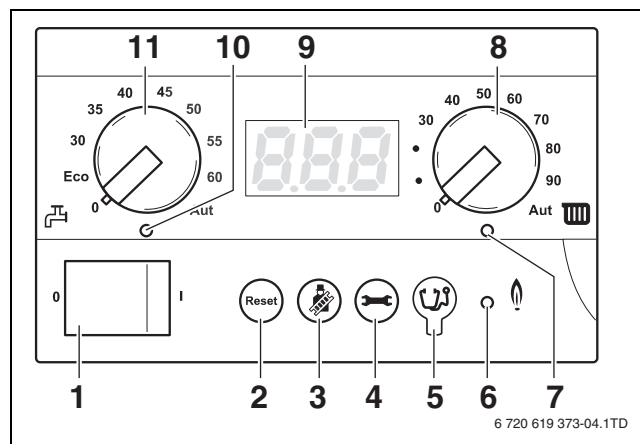

Fig. 73 Regolatore di base BC10
- Mantenere premuto il tasto "Spazzacamino" (→ fig. 73, [3]) (per circa due secondi), finché sia visualizzato il punto nella parte inferiore destra del display (→ fig. 73, [9]) (→ tab. 9, "Prova di combustione", pagina 27).
- Dopo l'accensione del LED "Bruciatore" (→ fig. 73, [6]) attendere un minuto, finché la caldaia funzioni a pieno carico.
- Premere il tasto "Spazzacamino" (→ fig. 73, [3]) per concludere la misurazione (→ tab. 9, "Prova di combustione", pagina 27).
- Attivare l'impianto di riscaldamento agendo sull'interruttore d'esercizio del regolatore di base Logamatic BC10 (→ fig. 73, [1]).
- Disattivare l'impianto di riscaldamento agendo sull'interruttore di esercizio del regolatore di base Logamatic BC10 (→ fig. 73, [1]).
- Dopo l'accensione del LED "Bruciatore" (On/Off) (→ fig. 73, [6]) attendere un minuto, finché la caldaia funzioni a carico parziale.
- Agendo sulla manopola "Temperatura massima dell'acqua della caldaia" (→ fig. 73, [8]) regolare il limite superiore della temperatura dell'acqua della caldaia per l'esercizio di riscaldamento (→ tab. 16).
- Con la manopola "Valore nominale dell'acqua calda" (→ fig. 73, [10]) regolare la temperatura richiesta dell'acqua calda per l'accumulatore-produttore acqua calda (→ tab. 17).